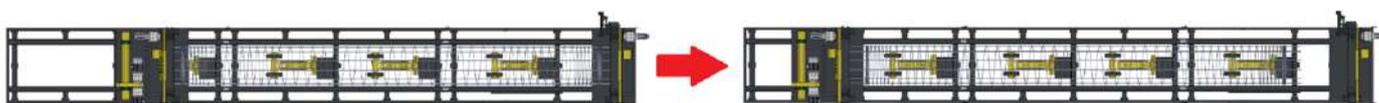

Рис. 16.
- поверните переключатель [Вперед/Назад] в положение [Вперед] до момента, пока концы продольной арматуры не выйдут из проходных втулок (рис.16);